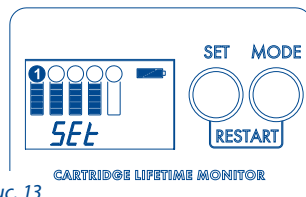

Рис. 13
- a. Последовательно нажимать кнопку MODE, пока на дисплее не покажется надпись SET (Рис. 13).